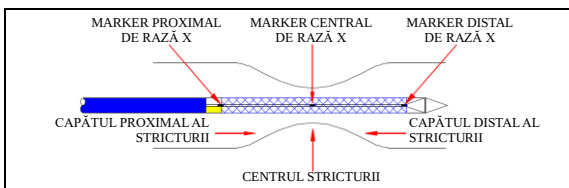

Figura 4
- Atunci când markerul central de raze X ajunge în centrul stricturii țintă, continuați să trageți înapoi conectorul în formă de până când stentul este complet instalat. (A se vedea figura 4, 5)
- Atunci când markerul central de raze X ajunge în centrul stricturii țintă, continuați să înaintați către conector până când stentul este complet instalat. (A se vedea figura 4, 6)